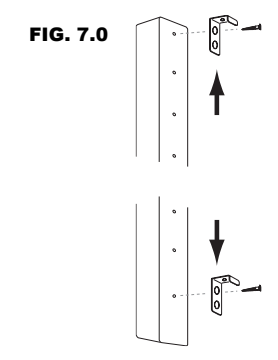
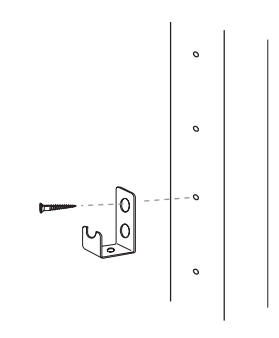

FIG. 7.0
FIG. 7.1
1. Para instalar las grapas de soporte vertical en las barras de soporte vertical (D) restantes, coloque las ménsulas en donde se encuentran los orificios superior e inferior (Fig. 7.0) y fíjelas en las barras de apoyo vertical usando un tornillo N° 6 de 3/4 de pulg.
2. Ubique los ganchos en L en las barras de soporte vertical (D), en los lugares que se proporcionan (consulte el diseño de configuración deseado).
3. Fije los ganchos en L usando un tornillo N° 6 de 3/4 de pulg. en el orificio superior. (Fig. 7.1).